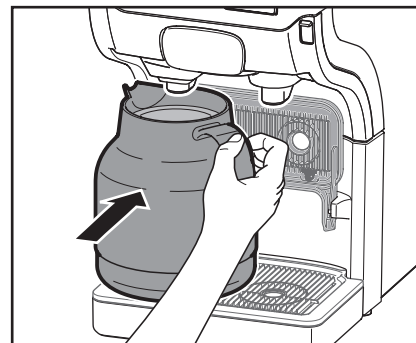

Abb. 12
- Stellen Sie Ihre Kanne auf die Tropfschale. (Abb. 12).